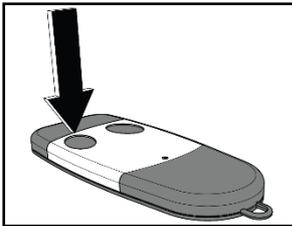

Abbildung 33: Tor öffnen, Fernbedienung
1. Um das Tor vollständig zu öffnen, den linken Taster der Fernbedienung drücken, siehe *Abbildung 33: Tor öffnen, Fernbedienung*.